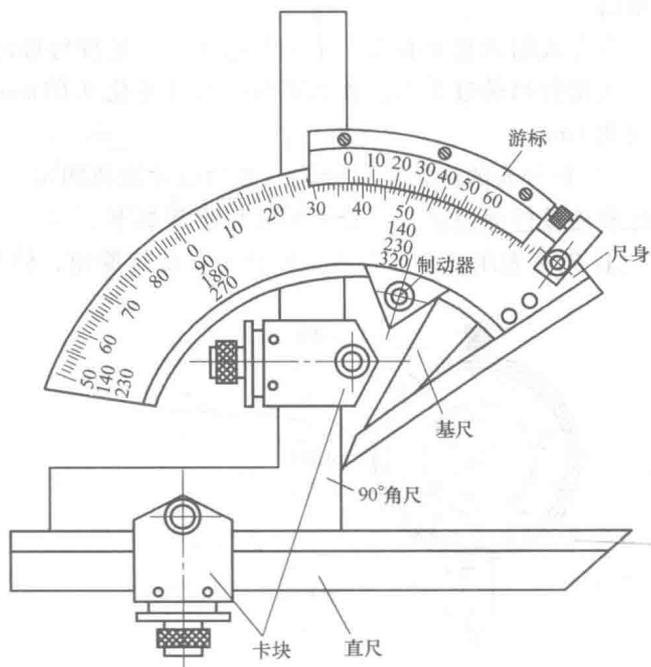

图 0-15 游标万能角度尺
1) 游标万能角度尺的结构。如图 0-15 所示，游标万能角度尺由尺身、 $90^\circ$ 角尺、游标、制动器、扇形板基尺、直尺和卡块等组成。根据所测角度的需要， $90^\circ$ 角尺和直尺可采用不同的方式进行组合，制动器可将扇形板和尺身锁紧，便于读数。